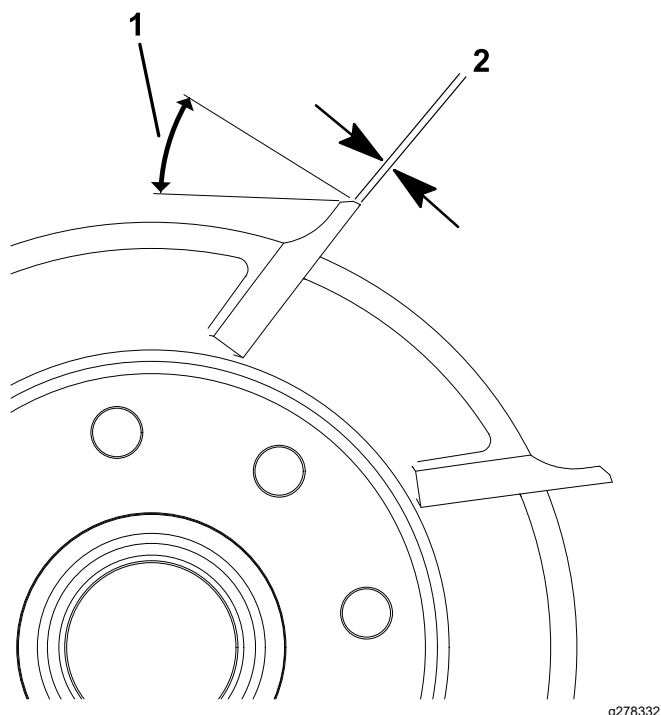

図 27
1. 全部のリール刃に30°の角度で2番削りを行って、ランド部の幅を0.8 mmにしてください 図 27。